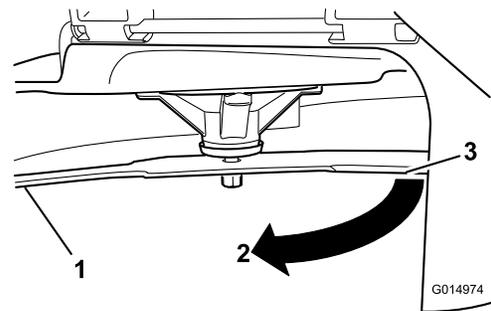

Bild 63
4. Drehen Sie dasselbe Messer um 180 Grad, sodass die andere Schnittkante jetzt in derselben Stellung ist (**Bild 63**).